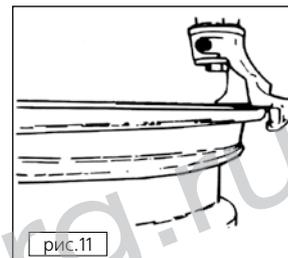

рис.11
3. Установите вертикальный шток в рабочее положение, чтобы монтажная головка оказалась около диска колеса. Ролик монтажной головки должен находиться в 2 мм от диска, чтобы избежать царапин (Рис. 11). Поверните рукоятку с зажимом и зафиксируйте шток (в автоматическом станке используется блокирующая ручка 11, рис. 2).